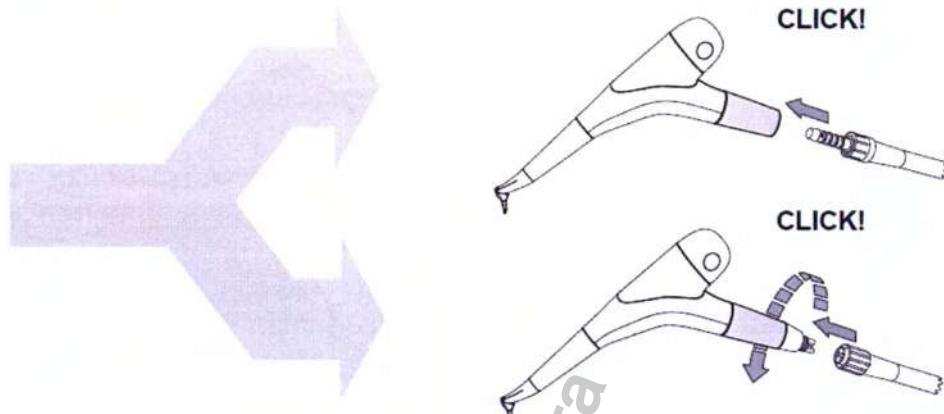

Рис.5
**⚠** Соединитель турбины и соединитель аппарата должны быть абсолютно сухими. Влага из соединения может забить каналы воздуха/порошка аппарата (рис.5).